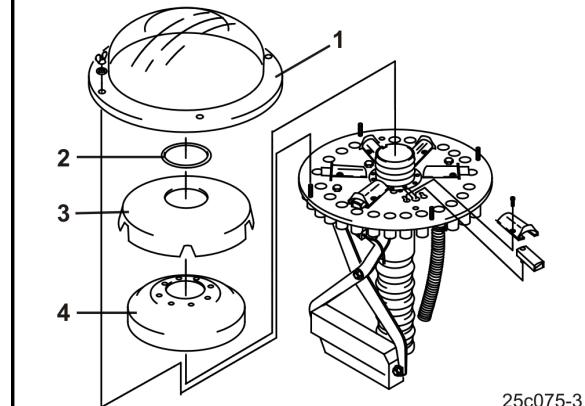

Рис. 124
1. Демонтируйте внешнюю крышку распределителя (Рис. 124/1).
2. Rin Demontieren Sie das Ringdichtung (Рис. 124/2).
3. Демонтируйте внутреннюю крышку распределителя (Рис. 124/3).
4. Демонтируйте пенопластовую вставку (Рис. 124/4).